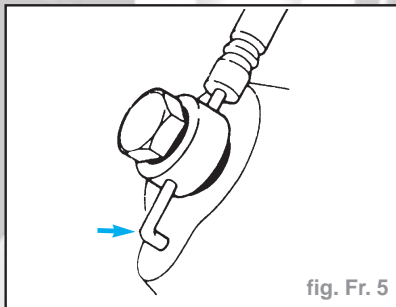

fig. Fr. 5
- Reposer le flexible de frein, joints neufs, vis ; s'assurer que la vis de fixation (flèche) pénètre bien dans le trou de l'étrier (fig. Fr. 5)